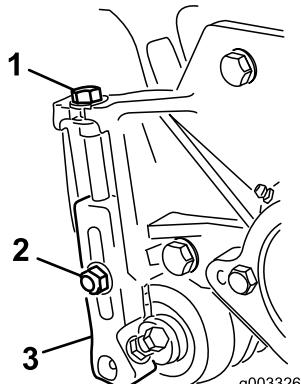

Bild 23
1. Lösen Sie die Sicherungsmuttern, mit denen die Schnitthöhenarme an den Seitenplatten der Schneideeinheit befestigt sind (Bild 23).